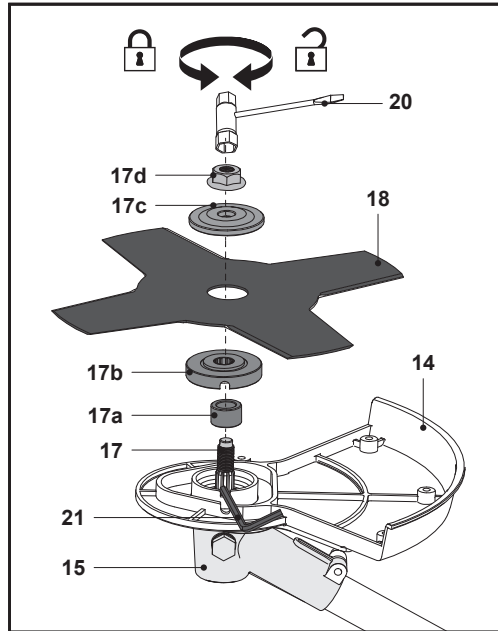

Fig. 8
1. Vérifier que le carter de coupe (14) est correctement fixé.
2. S'assurer que la bague intérieure (17a) et la bride d'appui (17b) sont correctement montées sur l'arbre (17).
3. Tourner la bride d'appui (17b) jusqu'à ce que son trou soit aligné sur le cran du renvoi d'angle (15).
4. Insérer l'extrémité la plus grosse de l'outil multifonction (21) dans le trou pour bloquer l'arbre (17).
5. Monter la lame de coupe (18) sur l'arbre (17). S'assurer que la lame de coupe (18) repose bien sur l'anneau extrudé sur la bride d'appui (17b).
6. Placer la bride de blocage (17c) sur la lame de coupe (18).
7. Fixer la lame de coupe (18) en serrant l'écrou (17d) dans le sens inverse des aiguilles d'une montre à l'aide de la clé à douille fournie (20) (Fig. 8).